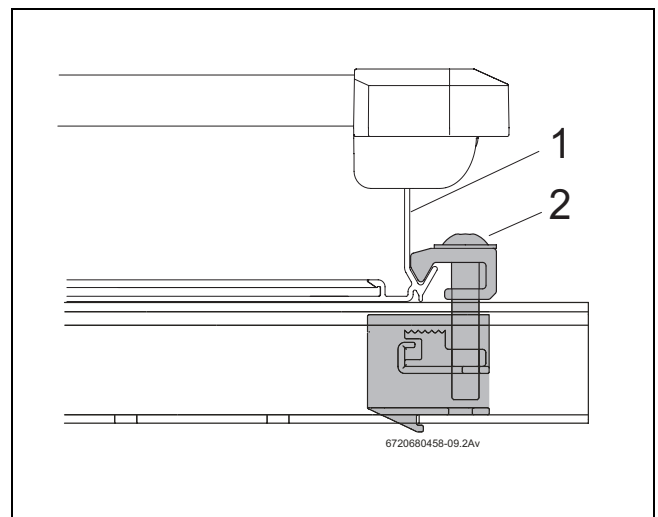

Bild 39 Verschraubter einseitiger Kollektorspanner
- ▶ Kollektor (Bild 39, [1]) vorsichtig an den einseitigen Kollektorspanner schieben und waagrecht ausrichten.
- ▶ Einseitigen Kollektorspanner mit Schlüssel SW 5 verschrauben (Bild 39, [2]).
Der Niederhalter (Bild 39, [2]) des Kollektorspanners greift jetzt in die untere Kollektorkante.